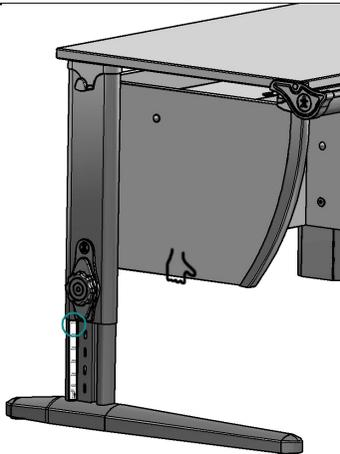

Рис. 33
**Примечание: При перемещении стола следует держаться за стенки боковые основания ближе к стойкам согласно рис. 33. Перемещать и поднимать стол держась за столешницу, во избежание поломок, категорически не допускается.**